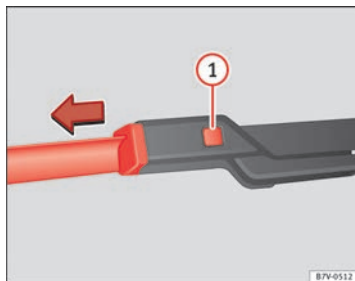

Fig. 111 Remplacement des balais de l'essuie-glacé avant.
- Laissez appuyée la touche de déverrouillage ⇒ fig. 111 ① et tirez ensuite légèrement sur le balai dans le sens indiqué par la flèche.